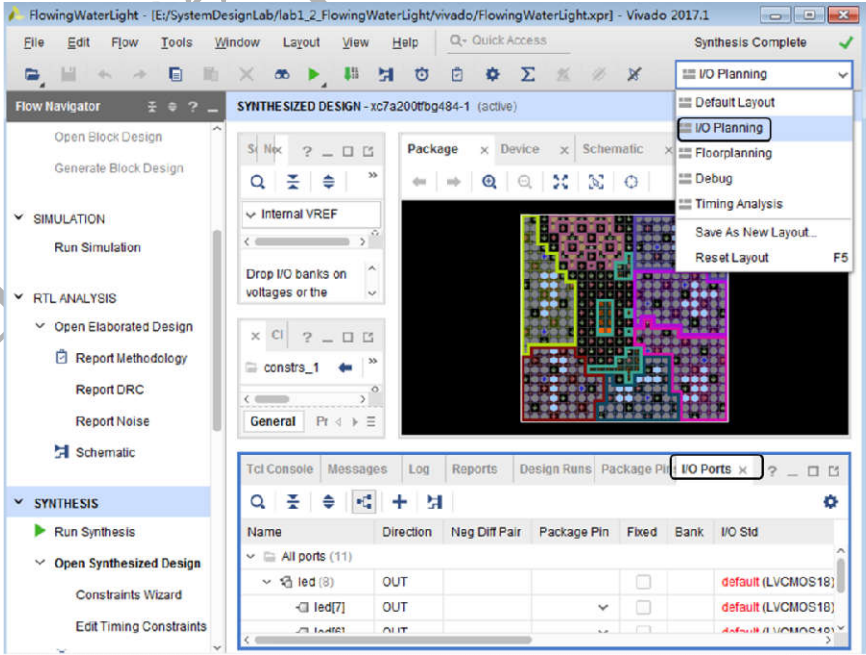

图 A4.41 引脚约束之一
①如图 A4.41 所示,在工程界面中 Layout 列下列表框中选择 IO planning 选项,并在下方的选项卡中切换到 I/O ports 页面,I/O ports 窗口下将罗列出设计的所有输入/输出引脚。